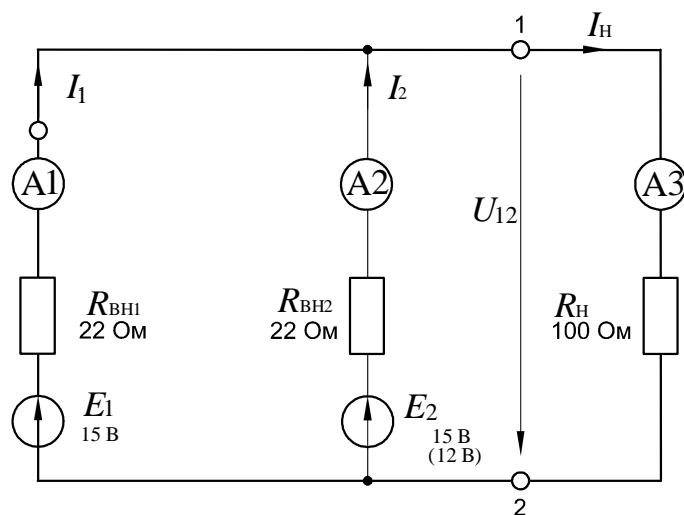

Рисунок 8 – Схема для исследования параллельного включения источников ЭДС
3.2. Соберите цепь с параллельным соединением источников напряжения согласно схеме (рис. 8), используя в качестве  $E_1$  нерегулируемый источник напряжения, а в качестве  $E_2$  – регулируемый.